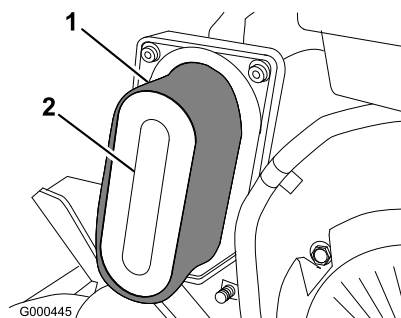

Figura 24
3. Se l'elemento in schiuma sintetica è sporco, toglietelo dall'elemento di carta (Figura 24), e pulitelo accuratamente.